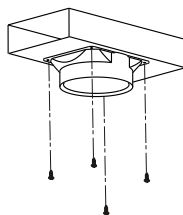
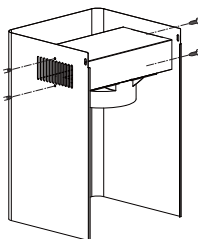

Fig. 8
Fig. 6
- Installez l'adaptateur de gaine sur le déflecteur (fig. 8).
- Installez le déflecteur (fig. 8) dans la cheminée supérieure au niveau des ouïes d'aération (fig. 6).